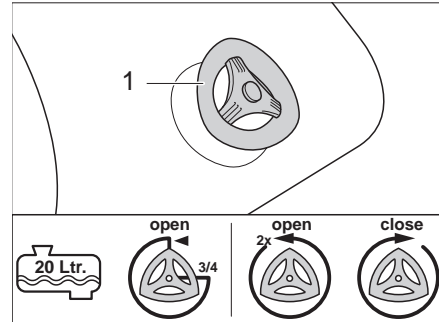

Fig. 241 Llave de desagüe
- 1/2 lleno o menos: Girar la llave de desagüe (Fig. 241,1) 3/4 de vuelta en el sentido contrario de las agujas del reloj.
- 3/4 lleno y más: Girar la llave de desagüe (Fig. 241,1) 2 vueltas en el sentido contrario de las agujas del reloj.
- Cerrar la llave de desagüe (Fig. 241,1) en el sentido de las agujas del reloj.